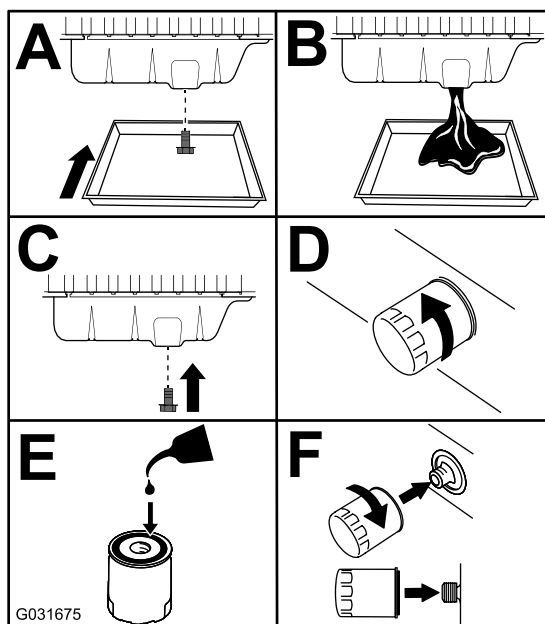

Figure 90
3. Vidangez l'huile moteur et remplacez le filtre à huile (Figure 90).